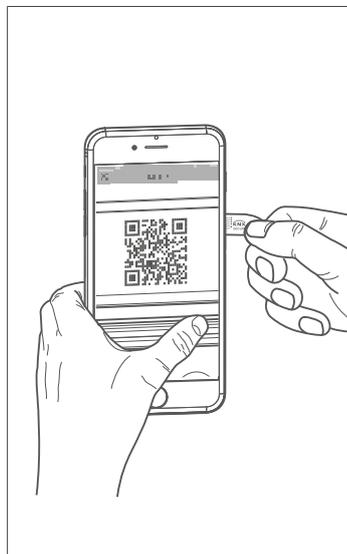
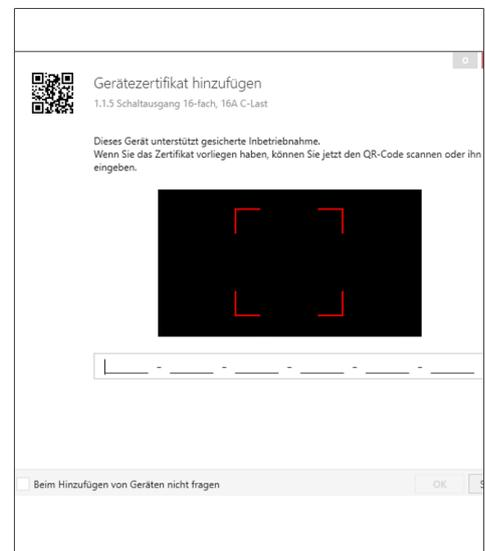

Abbildung 7: QR-Code scannen
Abbildung 8: QR-Code manuell eingeben
- 2 Das Gerätezertifikat (QR-Code) eingeben (Abb. 8) oder scannen (Abb. 7) bzw. dem Projekt in der ETS hinzufügen.